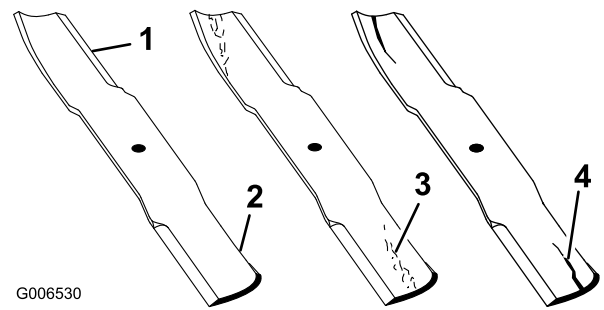

Figure 92
1. Examinez le tranchant des lames (Figure 92). Si les lames coupent mal ou présentent des indentations, déposez-les et aiguisiez-les; voir Aiguisage des lames.
2. Inspectez les lames, surtout la partie relevée (Figure 92). Remplacez immédiatement toute lame endommagée, usée ou qui présente une entaille (Figure 92).